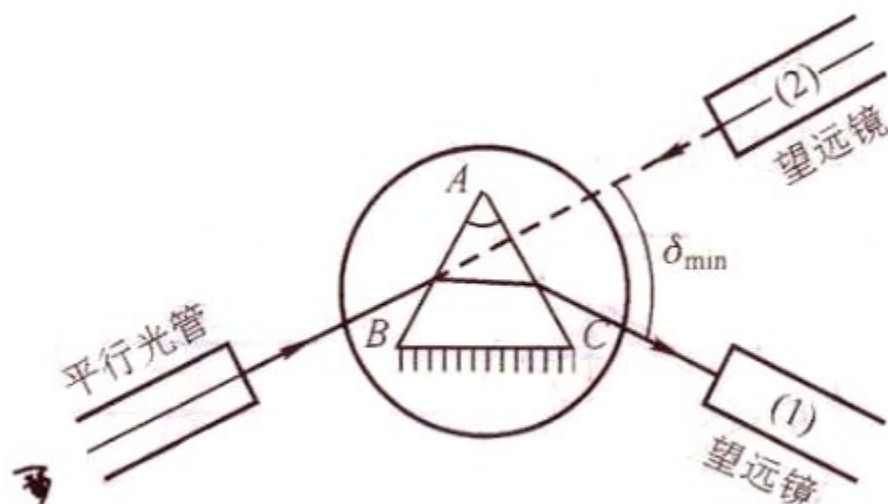

图 11 测最小偏向角
(1) 平行光管狭缝对准前方水银灯的光源。
(2) 旋松望远镜制动螺丝和游标盘制动螺丝，把载物台及望远镜转至如图 11 中所示的位置 (1) 处，再左右微微转动望远镜，找出棱镜出射的各颜色的水银灯光谱线 (各种波长的狭缝像)。
(3) 轻轻转动载物台 (改变入射角 i_1)，在望远镜中将看到谱线跟着动。改变 i_1 ，应使谱线往 δ 减小的方向移动 (向顶角 A 方向移动)。望远镜要跟踪光谱线转动，直到棱镜继续转动，而谱线开始要反向移动 (即偏向角反而变大) 为止。这个反方向移动的转折位置，就是光线以最小偏向角射出的方向。固定载物台，再使望远镜微动，使其分划板上的中心竖线对准其中的那条绿谱线 (或其它要测量的谱线)。
(4) 测量
记下此时两游标处的读数 θ_1 和 θ_2 。取下三棱镜，转动望远镜对准平行光管，即图 11 中 (2) 的位置，以确定入射光的方向，再记下两游标处的读数 θ_1' 和 θ_2' 。此时绿谱线的最小偏向角